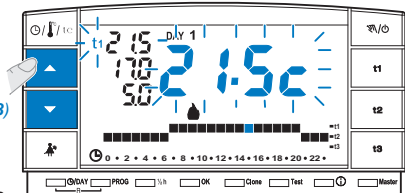

fig. 30
- Grâce aux touches ▲▼, configurer la valeur de la limite de la température (exemple sur la fig. 30).